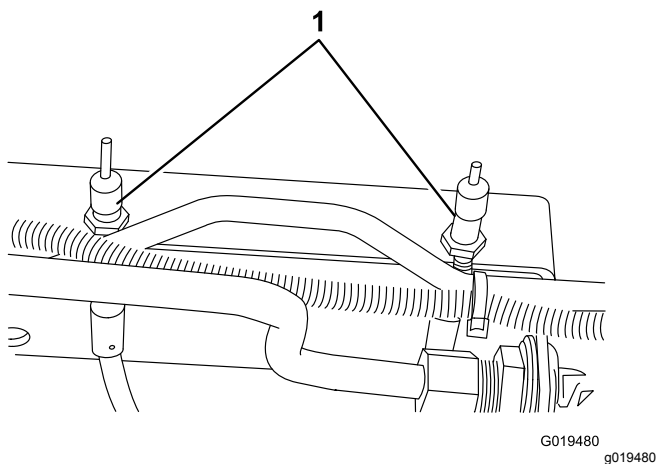

Figure 70
2. Pour réduire la garde aux pédales de frein, serrez les freins en desserrant l'écrou avant sur l'extrémité filetée du câble de frein (Figure 70). Serrez ensuite l'écrou arrière pour ramener le câble en arrière pour obtenir une garde aux pédales de frein de 1,2 à 2,5 cm. Resserrez les écrous avant une fois que les freins sont réglés correctement.